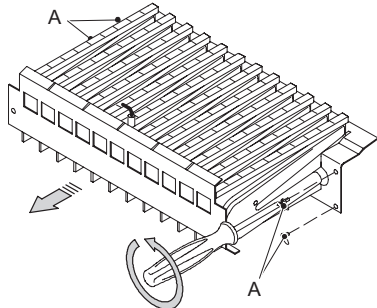

Рисунок 8.1
- Снимите переднюю панель камеры сгорания и горелку, см. Рисунок 8.1.